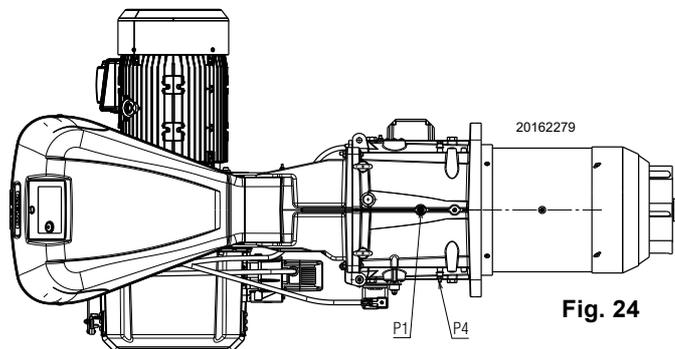

Fig. 24
Pression du gaz mesurée à la prise P1 (Fig. 24), avec :
- Soustraire de la pression du gaz à la prise P1 (Fig. 24) la pression dans la chambre de combustion.
$$\begin{aligned} \text{Pression du gaz à la prise P1 (Fig. 24)} &= 27,6 \text{ mbars} \\ \text{Pression chambre de combustion} &= 2 \text{ mbars} \\ 27,6 - 2 &= 25,6 \text{ mbars} \end{aligned}$$
Pour connaître la pression de gaz nécessaire sur la prise P1 (Fig. 24), une fois établie la puissance MAX. à laquelle on veut faire fonctionner le brûleur :
- Lire sur la droite, colonne 1, la pression à la prise P1 (Fig. 24).
pression nécessaire à la prise P1 (Fig. 24).